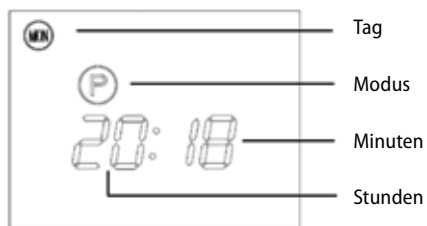

Abb. 1
1. Bauen Sie den Halter von dem Körper aus, siehe Abbildung 1.
Bevor Sie anfangen, mit dem Gerät zu arbeiten, schalten Sie den Umschalter an der Seite des Produkts ein. Die Abbildung des Displays wird siehe Abb. 1 sein, jetzt ist das Gerät im Bereitschaftsmodus, er heizt nicht. Auf dem Display wird **P** angezeigt.
Durch das lange Niederdrücken der Drucktaste **W** stellen Sie die Stunden ein, durch das lange Niederdrücken der Drucktaste **MIN** stellen Sie die Minuten ein, durch das lange Niederdrücken der Drucktaste **SET** stellen Sie die Tage ein, siehe Abb. 1.